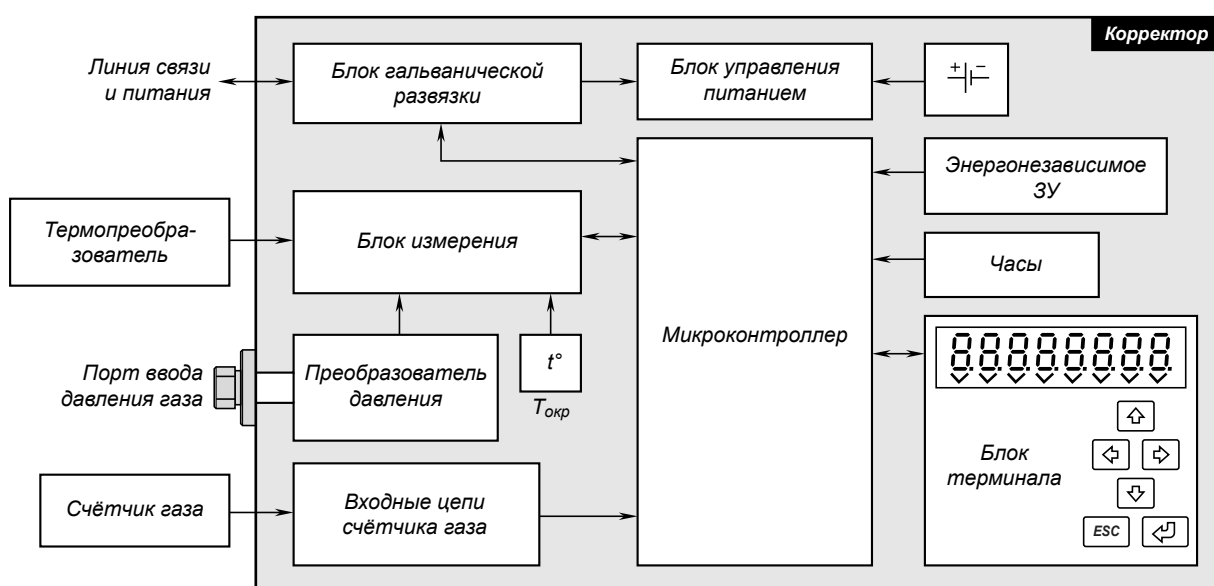

Рисунок 2 Структурная схема корректора
1.4.2 Структурная схема корректора (рис. 2) включает в себя следующие основные узлы и блоки: